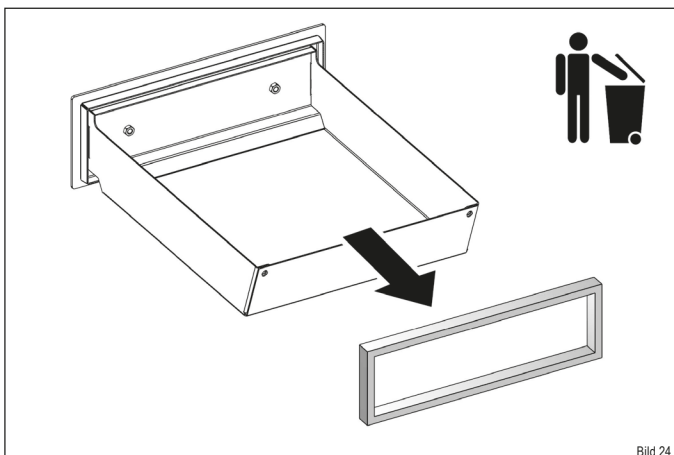

Bild 24
- ▶ Ziehen Sie die alte Dichtung aus der Führung heraus und entsorgen Sie diese im Abfall (Bild 24).